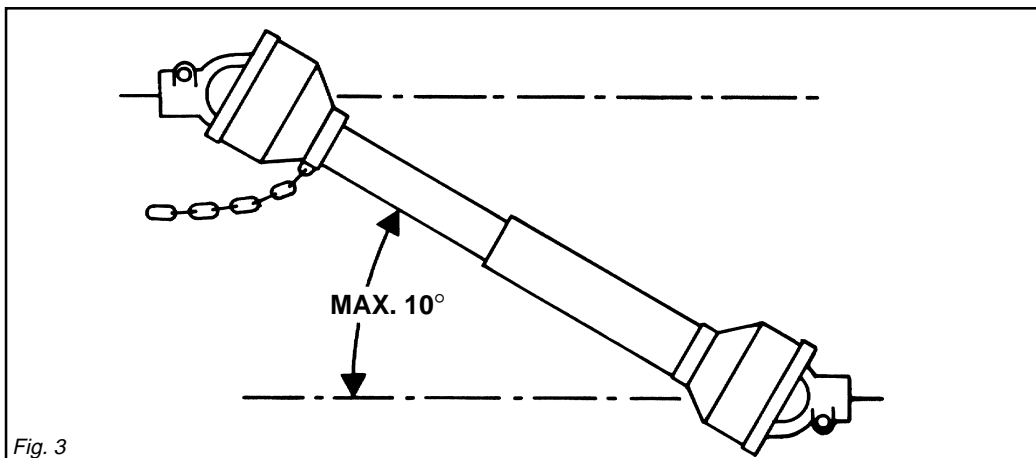

Fig. 3
- 39) Disinserire, sempre, la presa di forza quando l'albero cardanico fa un angolo troppo aperto (mai oltre i 10 gradi - Fig. 3) e quando non viene usata.
- 39) Die Zapfwelle immer ausschalten, wenn die Gelenkwelle einen zu großen Winkel einnimmt (nie über 10 Grad - Abb. 3) und wenn sie nicht gebraucht wird.
- open angle (never beyond 10 degrees - Fig. 3) and when it is not in use.*
est trop ouvert (jamais plus de 10 degrés Fig. 3) et lorsque vous ne devez pas l'utiliser.
superar los 10 grados - Fig. 3) y cuando no la usamos.